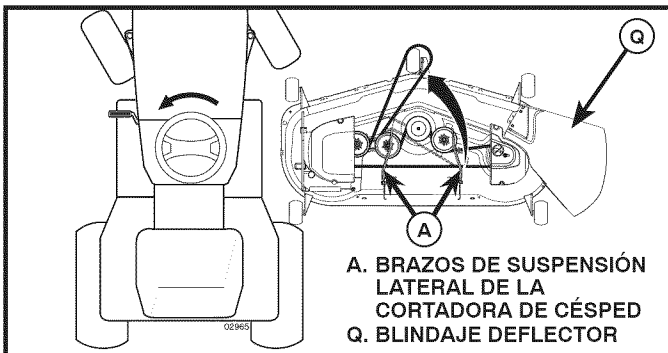

Fig. 25
4. DESLICE LA CORTADORA DE CÉSPED DEBAJO DEL TRACTOR (Vea Fig. 25)